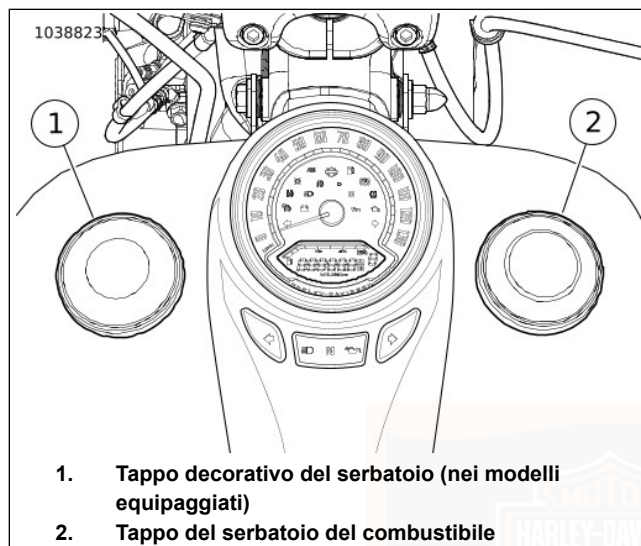

Figura 7. Serbatoio del combustibile
Vedere Figura 7. Il tappo decorativo del serbatoio (1) deve essere rimosso solo se è necessario per la pulizia della motocicletta.
Vedere Figura 7. Per rimuovere il tappo del serbatoio del combustibile (2), girarlo in senso antiorario. Il tappo gira approssimativamente tre quarti del giro totale prima di iniziare ad allentarsi.